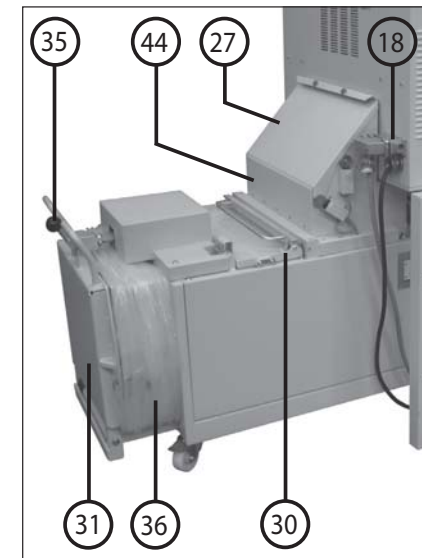

Fig. 2
#### MONTAGEM DA COMBINAÇÃO (fig. 2 e 3):
1. Empurrar o compressor para baixo da trituradora. Interligar com parafusos a trituradora e o compressor por meio dos ângulos de fixação (42) fornecidos juntamente com a trituradora (fig. 2).
4. Enfiar a ficha de ligação do compressor na tomada de corrente (18) que se encontra na parte traseira da caixa da trituradora, e bloqueá-la (fig. 2).